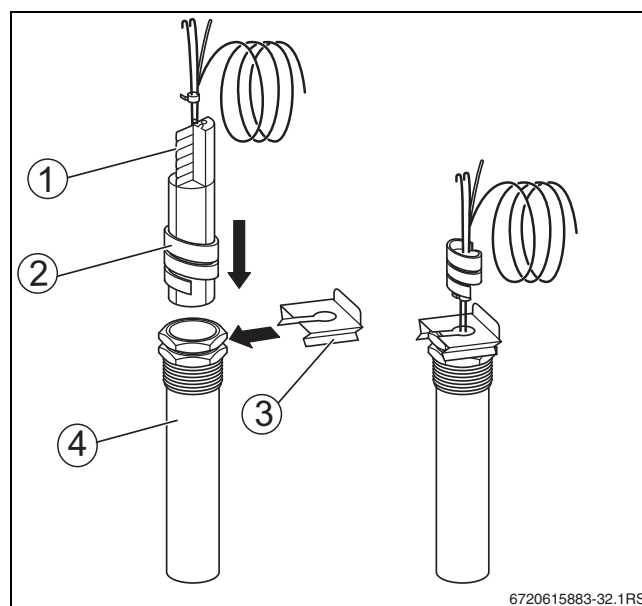

Рис. 31 Установка пластмассовой спирали в погружную гильзу
- ▶ Закрепите комплект датчиков температуры в месте измерения [3] (→ рис. 31, стр. 29).
Пластмассовая спираль [2], удерживающая датчики температуры, при установке автоматически сдвигается назад (→ рис. 31, стр. 29).
Для создания хорошего контакта между погружной гильзой [4] и поверхностями датчика и для обеспечения надежной передачи температуры следует вставить между датчиками температуры компенсационную пружину [1] (→ рис. 31, стр. 29).